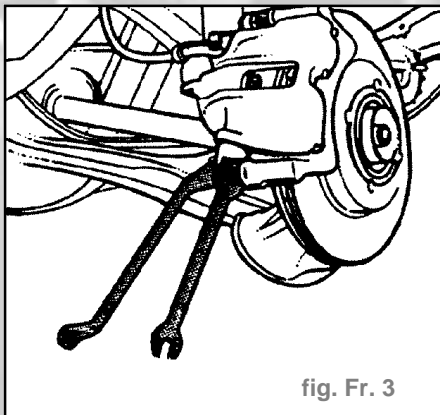

fig. Fr. 3
- Dévisser la vis de fixation inférieure du boîtier d'étrier de frein. Au cours de cette opération, retenir le goujon de guidage (fig. Fr. 3).